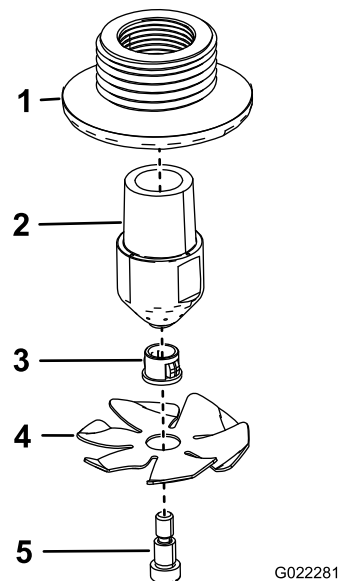

Figura 7
1. Monte las 2 boquillas de enjuague según se muestra en Figura 7.